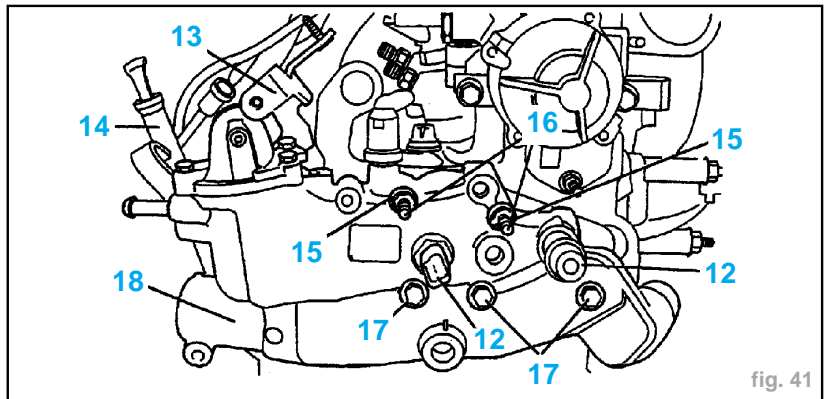

fig. 41
- le pignon d'arbre à cames (10)
- le couvre-culasse (11), dans l'ordre indiqué
- Débrancher les connecteurs (12) (fig. 41).
- le support (13)
- les fixations (14) du guide jauge
- Desserrer les écrous (15).